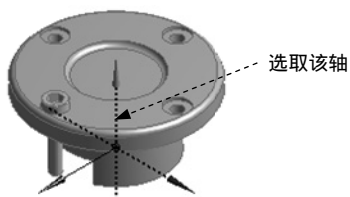

图 3.4.33 定义轴参考
(1) 选择轴参考元素。单击以激活 **Axis** 文本框，选取图 3.4.33 所示的轴线为参考元素，单击 **Apply** 按钮确认。
(2) 定义参数。在 **FD2, Angle** 文本框中输入圆形阵列角度数值，此处采用系统默认设置，在 **FD3, Copies (>0)** 文本框中输入数值 3。